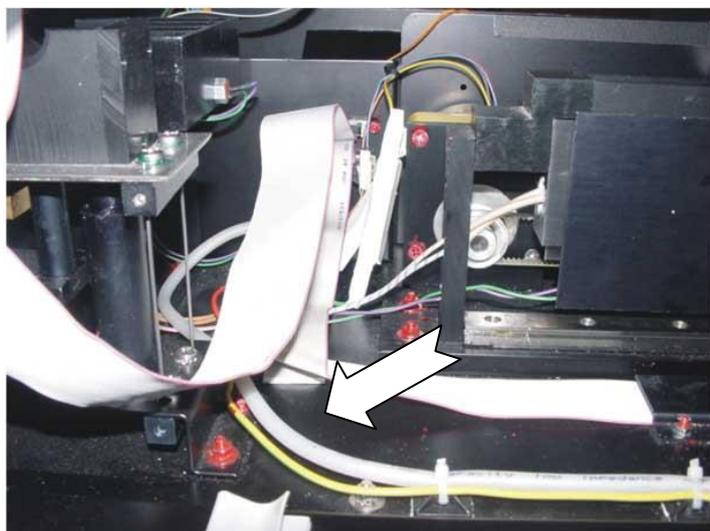

Рис. 3
3. Приподнимите на 10 см и наклоните крышку влево, чтобы освободить плоский кабель из второй защёлки (Рис. 3):